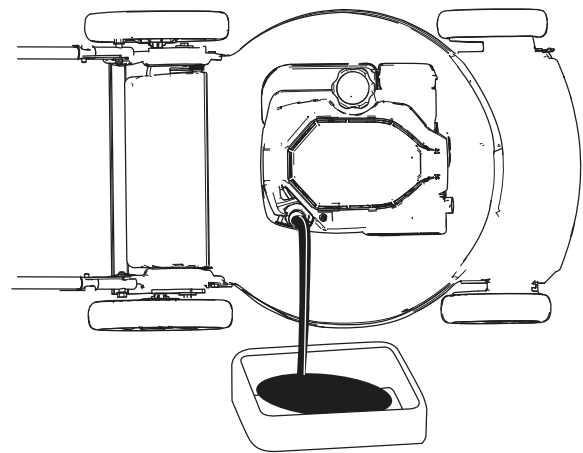

**Figura 22**
3. Retire la varilla girando el tapón en el sentido contrario a las agujas del reloj y tirando del mismo (Figura 22).
4. Ponga la máquina de lado (con el filtro de aire hacia arriba) para drenar el aceite usado del tubo de llenado de aceite (Figura 22).